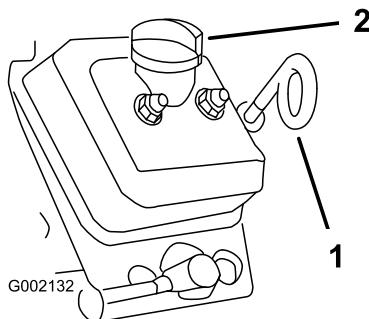

Bild 35
5. Reinigen Sie den Bereich um den Ölpeilstab und Fülldeckel (Bild 35), damit kein Schmutz in Peilstabrohr oder Füllstutzen gelangen und den Motor beschädigen kann.
6. Nehmen Sie den Peilstab heraus und wischen Sie ihn ab (Bild 35).
7. Stecken Sie den Peilstab in das Peilstabrohr und stellen Sie sicher, dass er vollständig eingeführt ist (Bild 35).
10. Setzen Sie den Fülldeckel auf (Bild 35).
11. Stecken Sie den Ölpeilstab vollständig ein (Bild 35).